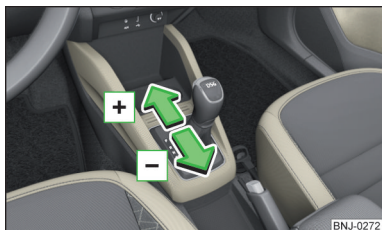

Abb. 217
- › Zum **Hochschalten** den Wählhebel nach vorn + tippen » **Abb. 217**.
- › Zum **Herunterschalten** den Wählhebel nach hinten - tippen » **Abb. 217**.